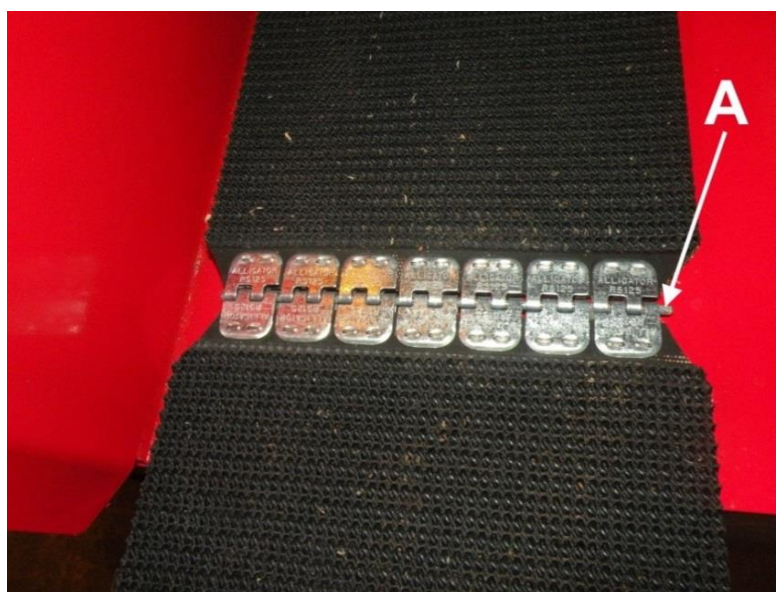

Abb. 26
4. Sie lösen die Verbindung, indem Sie den Bolzen A (Abb. 26) z. B. mit einer Zange herausziehen.
8. Befestigen Sie die Verbindung, indem Sie an der Nahtstelle den Bolzen A (Abb. 26) wieder einführen.